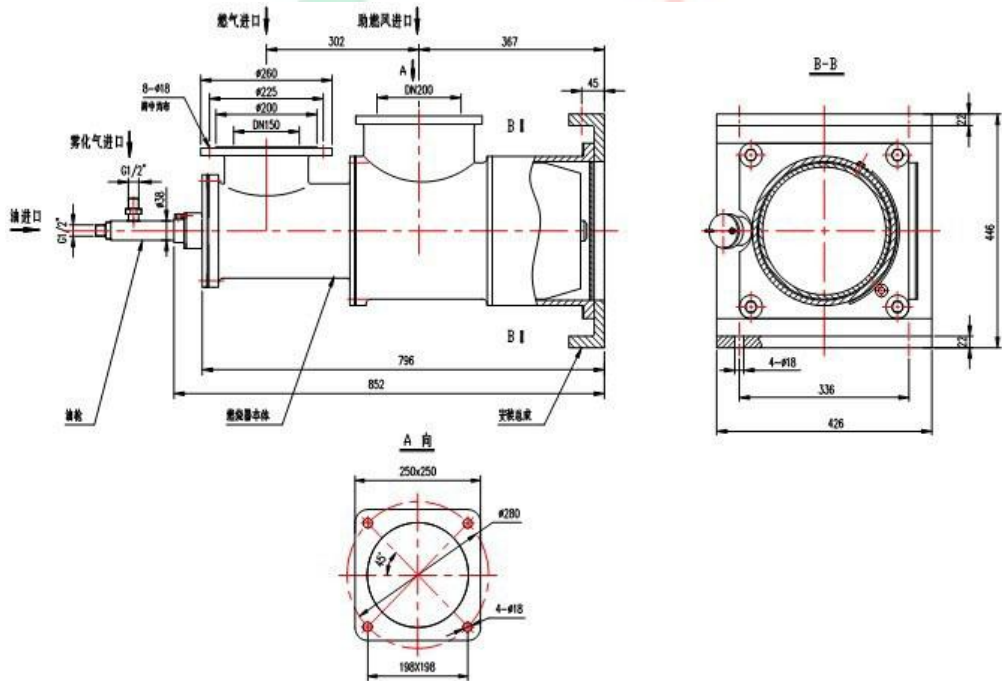

图 11、JDC-YJ200B 型燃烧器外形图及安装示意图
5. JDC-YJ200B 型技术性能参数：(外形安装图见图 11)